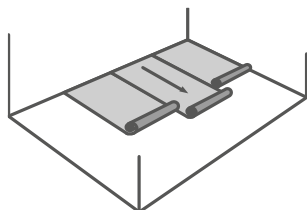

Рисунок 6
- 10.4.1 Рулоны пены укладываются поперёк длинной стороны помещения, плотно к стенам и друг к другу по всей площади помещения (см. Рисунок 6).